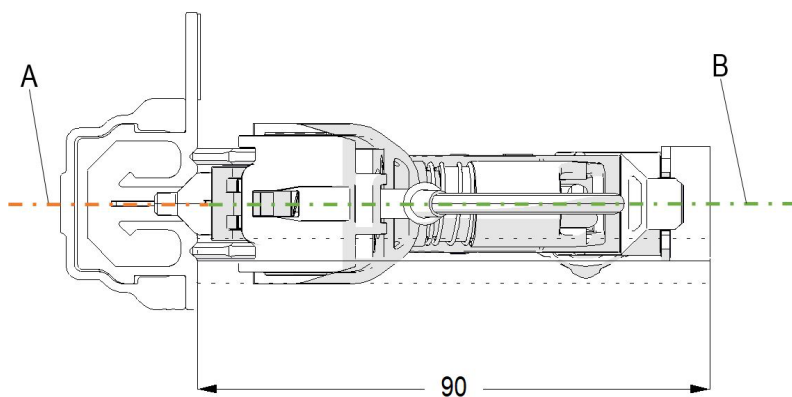

Abb. 127: Einbaumaß des Abnehmers: Von Mitnehmer bis Schienenunterkante
- Den Abnehmer/das Abnehmerlager (3) auf den Mitnehmer (1) montieren/einrasten.
- Den Abnehmerkopf (4) mit der mobilen Antenne seitlich in die Datenschiene einschieben.
- Der Mitnehmer (1) inkl. Abnehmer zur Datenschiene hin ausrichten (siehe Abb. 127).
Es ist darauf zu achten, dass die Mittelachse der Datenschiene (A) exakt auf die Mittelachse des Abnehmers (B) montiert und der angegebene Montageabstand zwischen Mitnehmer und Schiene eingehalten wird (siehe Verlegplan sowie Abb. 127).